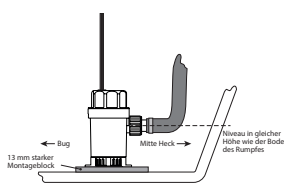

Abb. 1
2. Vergewissern Sie sich, dass der Rumpf mindestens 13 mm dick ist. Wenn nicht, legen Sie einen 13 mm starken Holzblock (etwas größer als die Pumpenbasis) Bootsbau-Sperrholz unter die Pumpe. Kleben Sie das Sperrholz mit einem wasserfesten Klebstoff (Epoxy, Glasfaserharz) auf den Rumpf – siehe Abbildung 1. Montieren Sie die Pumpe. Befestigen Sie die Pumpe mit Edelstahlschrauben. Wenn Sie das Sieb auf einen Metall- oder GFK-Rumpf montieren, legen Sie zuerst einen Holzblock unter und befestigen Sie dann das Sieb am Holzblock.